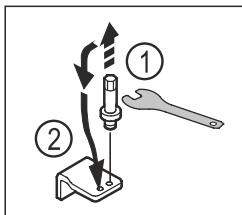

Fig. 14
- ▶ Lironi bulonat e bazamentit mbështetës të poshtëm me çelësin e jashtëm kriket SW5. Fig. 14 (1)
- ▶ Vendosni bulonat në anën e kundërt. Fig. 14 (2)